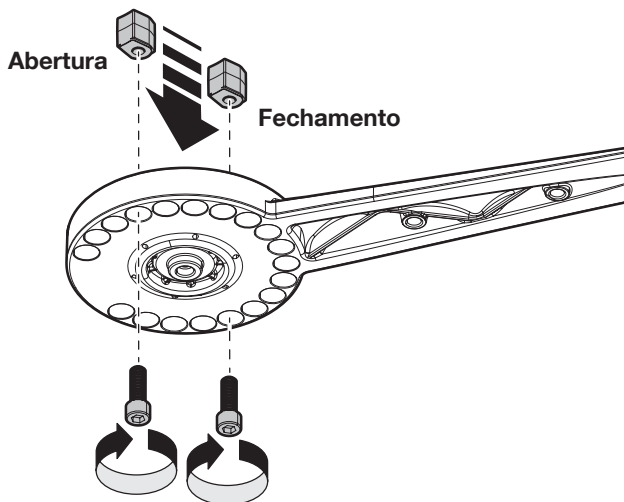

Fig. 15
04. Fixar os fim de curso no braço do motor **fig. 15**; estes devem ser instalados também em presença de batentes mecânicos à terra.